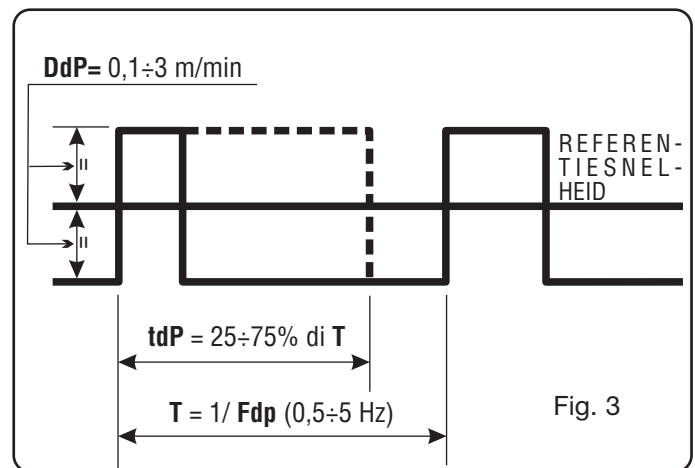

Fig. 3
**D)** Draai aan de knop **AI** tot het display de afkorting **tdP** weergeeft. Dit is de duur van de hoogste draadsnelheid, d.w.z. de hoogste lasstroom. Deze wordt uitgedrukt als een percentage van de tijd die wordt gewonnen met de frequentie **Fdp** (fig. 3).